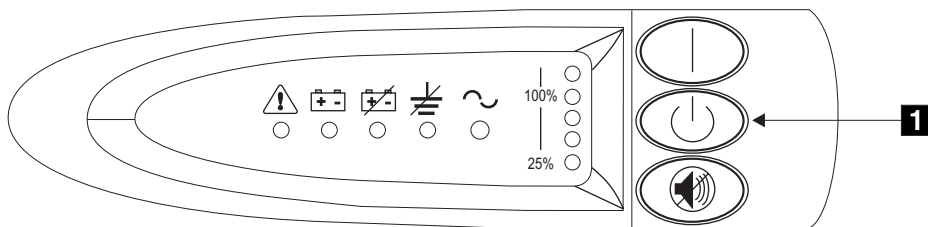

图 108. 不间断电源前面板组合件
1. 在不间断电源的前部按住关闭按钮 **1** 大约五秒钟, 或者直到听到长蜂鸣声为止。请参阅图 108。